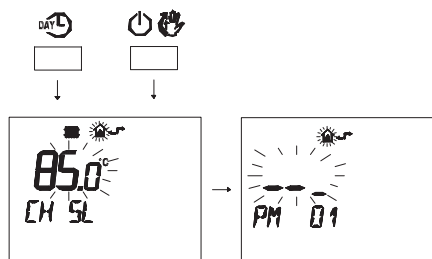

Figura 5.46
- Pulse simultáneamente los botones **DAY** y **ON** para entrar en la modalidad de programación transparente (Figura 5.46).